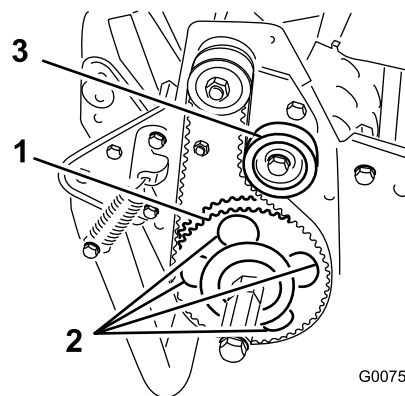

図 51
7. 受動プーリを回して、4つの穴をローラベアリングのフランジねじに整列させる 図 51。
11. ベルトの張りを調整し、アイドラプーリねじを締める 図 51。